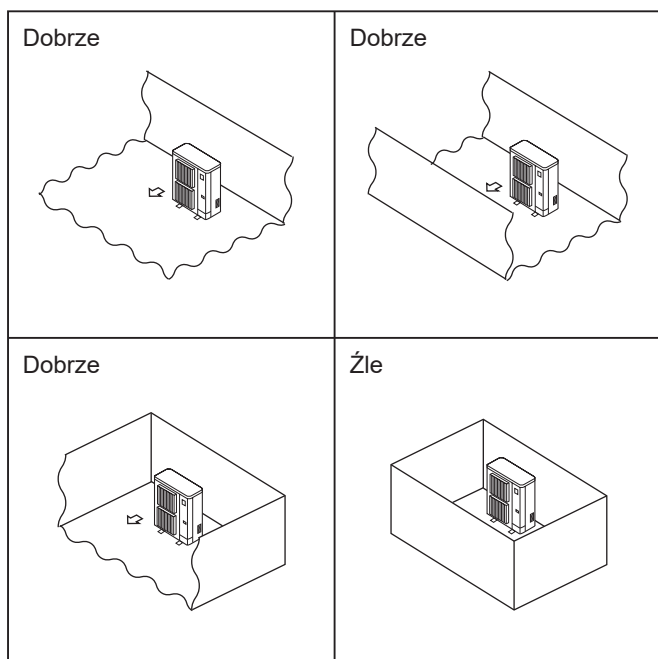

Fig. 2-1
- © Jednostki zewnętrzne należy instalować w miejscach, które są otwarte z co najmniej jednej z czterech stron i oferują dostatecznie dużą powierzchnię bez zagłębień. (Fig. 2-1).